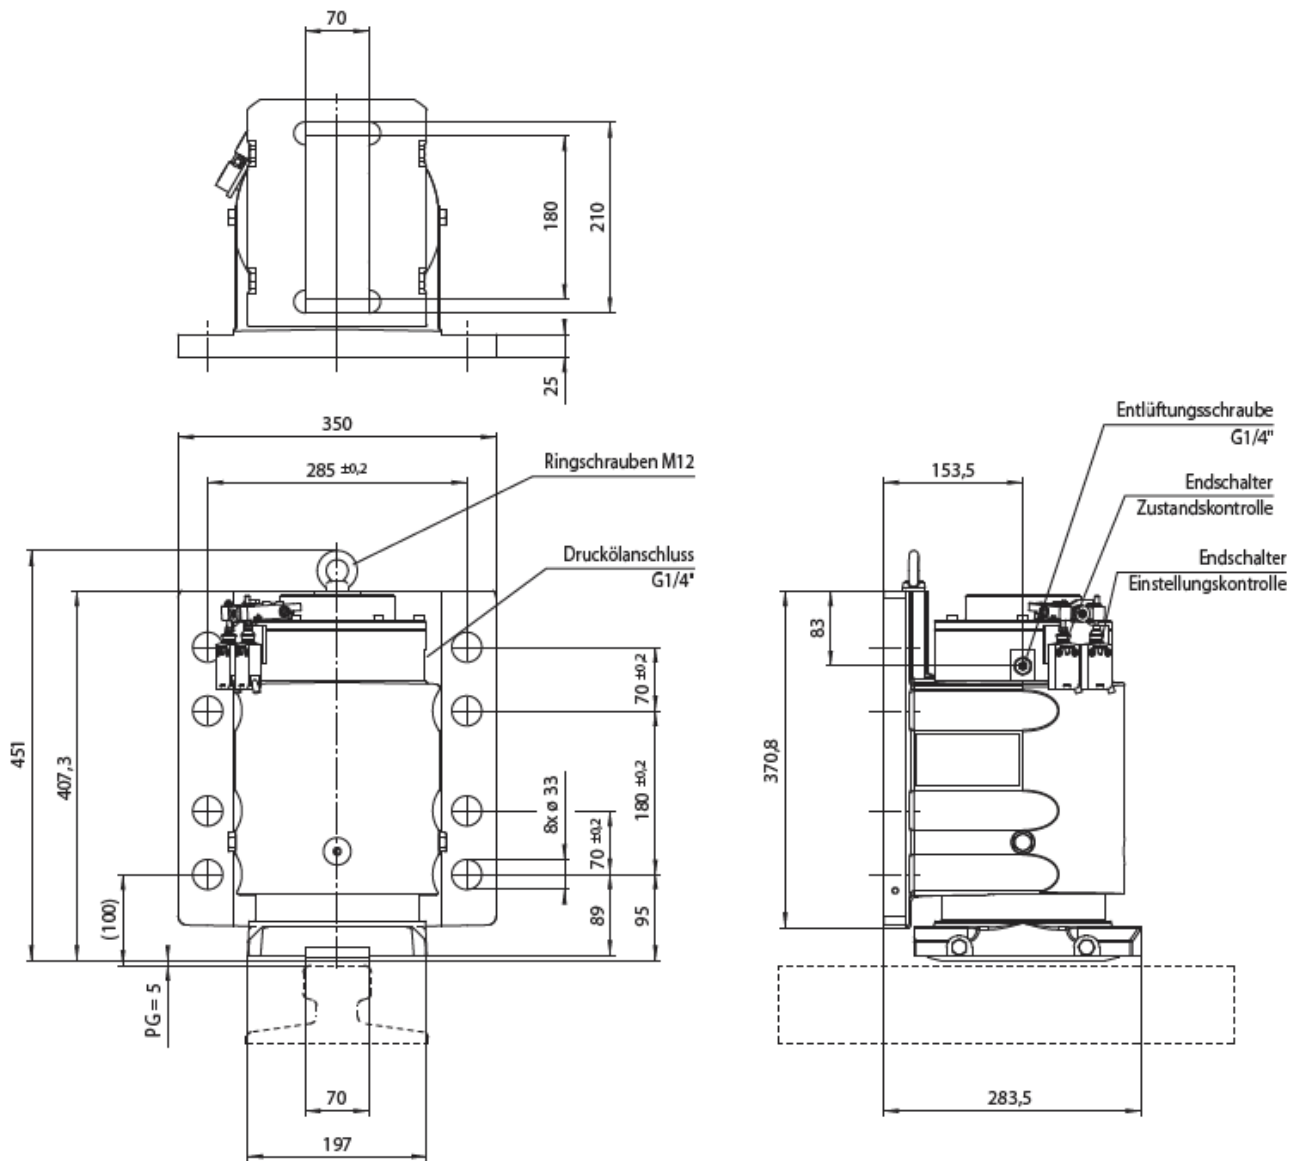
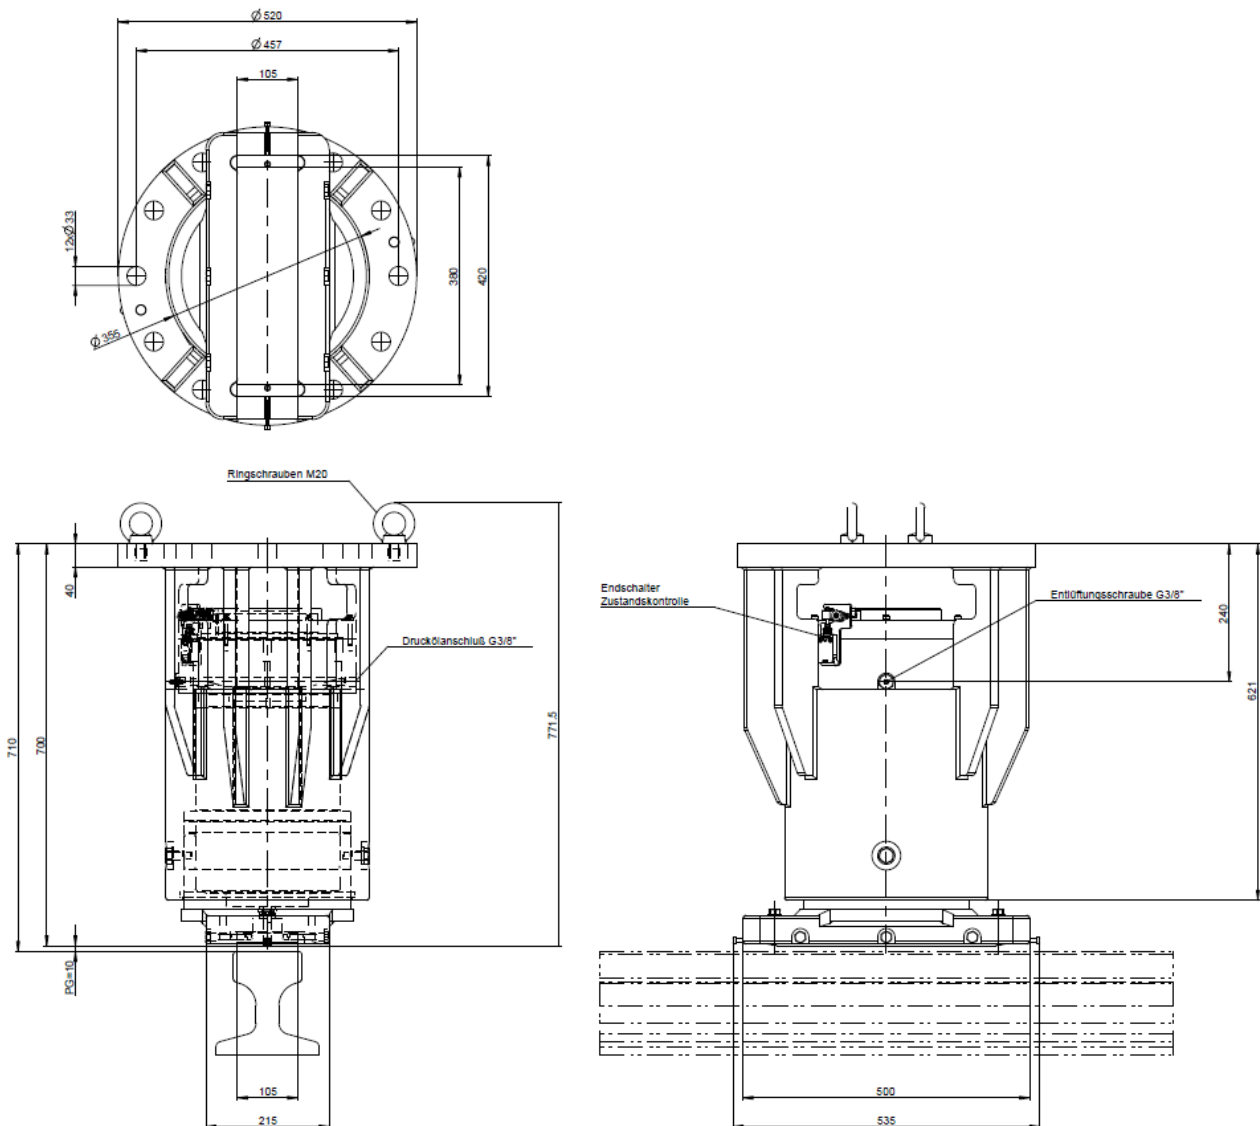

Bild 2.1
Bild 2.2
Positionieren Sie die Schienenbremse an der Einbaufläche, indem Sie die Schienenbremse mit zwei Heberingen anheben Bild 2.1 und Bild 2.2. Gewicht für eine Bremse: HR 130 FHM-200 = 130kg, HR 185 FHM-530 = 430kg
4. Schienenbremse HR 130 Beachten Sie die angegebenen Abstandsmaße und das Maß von 100+/- 2,5 mm siehe Abb. 2.1.
5. Schienenbremse HR 185 Beachten Sie die angegebenen Abstandsmaße und das Maß von 710+/- 2,5 mm siehe Abb. 2.2.
Schienenbremse HR 130 FHM G1/4“ siehe Bild 2.1 und
Schienenbremse HR 185 FHM G3/8“ siehe Bild 2.2